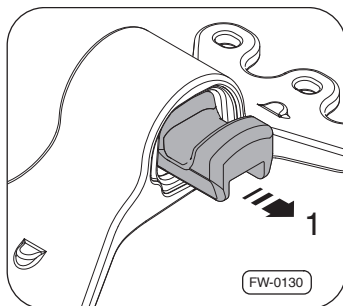

図29 ラバー・ダンパーの取り外し
3. 両側のマウンティング・ブラケット（ベアリング・ブロック）から横に向かって図29のラバー・ダンパーをチェックして、押し出して下さい。